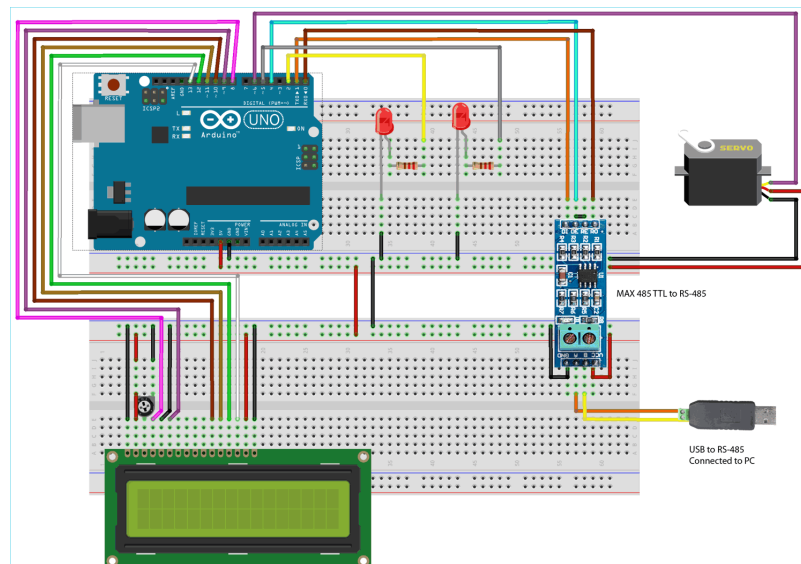

Рисунок 9 - Схема к примеру использования RS-485 и Modbus в Arduino
2. Развить задачу 1 на случай нескольких slave устройств. Все slave устройства должны быть оснащены дисплеями 16x2, сервоприводом и двумя светодиодами (см. Рисунок 9).